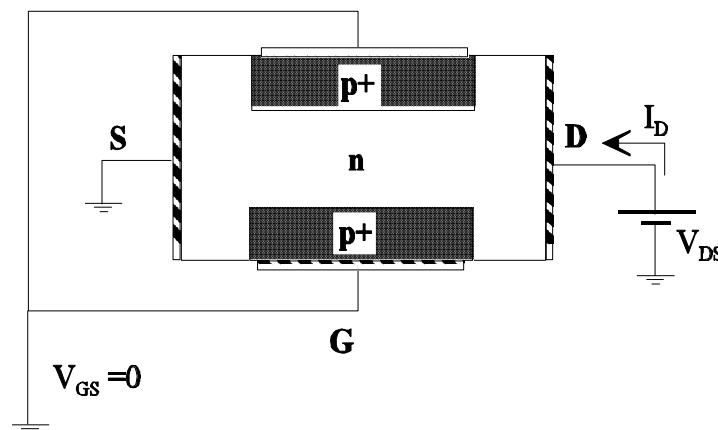

Figura 2.4 Condiciones de polarización para el estudio cualitativo.
Para ello se supondrá condiciones normales de polarización. Estas condiciones deben garantizar que las uniones  $p-n$  que se forman entre el canal y la zona de puerta deben estar polarizadas siempre en inverso (lo que supone que la corriente de puerta será muy pequeña, prácticamente nula,  $I_G \approx 0$ ). Para ello se debe cumplir:  $V_{GS} \leq 0$  y  $V_{DS} \geq 0$  (esta última condición garantiza que  $V_{GD} < 0$ ). En la figura 2.4 se muestra un ejemplo de polarización. Obsérvese que con  $V_{DS} > 0$  la corriente (que representa el movimiento de los huecos) es la que se indica por  $I_D$  y, dado que el transistor es canal  $n$  (los portadores mayoritarios son electrones), los electrones se mueven en sentido contrario, por tanto "salen" electrones por el terminal que se ha denominado Drenador (D), lo que coincide con la definición dada anteriormente (por el terminal S se "inyectan" electrones). **En resumen en un transistor canal  $n$  la tensión entre Drenador y Fuente ( $V_{DS}$ ) tiene que ser positiva ( $V_{DS} \geq 0$ )**
Como se puede observar en la figura 2.4 con  $V_{DS} \geq 0$  la corriente fluye de Drenador (D) a Fuente (S). Para ver el comportamiento del transistor J-FET basta recordar que cuando una